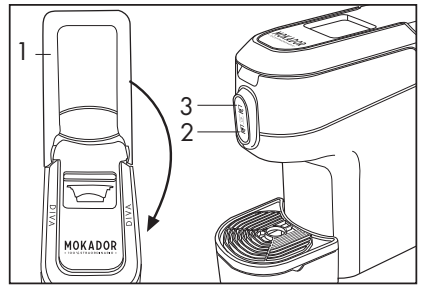

Fig. 8
- Den Hebel (1) ganz schließen, ein Abgabesymbol (2-3) drücken und nach Ihrem Geschmack erneut drücken, um die Entnahme zu stoppen, wenn die gewünschte Menge an Kaffee oder Getränk erreicht ist (**Abb. 8**).